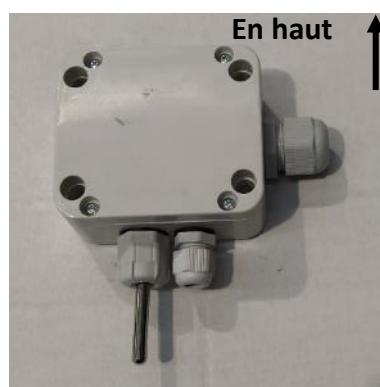

Figure 5.13. Position recommandée pour l'installation de la sonde de température extérieure
- **I**nstallez la sonde de température extérieure avec la position indiquée sur la Figure 5.13 pour éviter l'entrée d'eau.